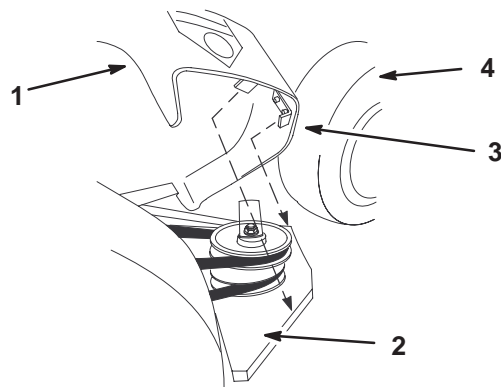

Figure 24
2. Ajustez le couvercle de la courroie de souffleur de manière que les supports en L reposent sur la plaque de poulie. Serrez les vis de fixation du couvercle de courroie de souffleur (Fig. 24).